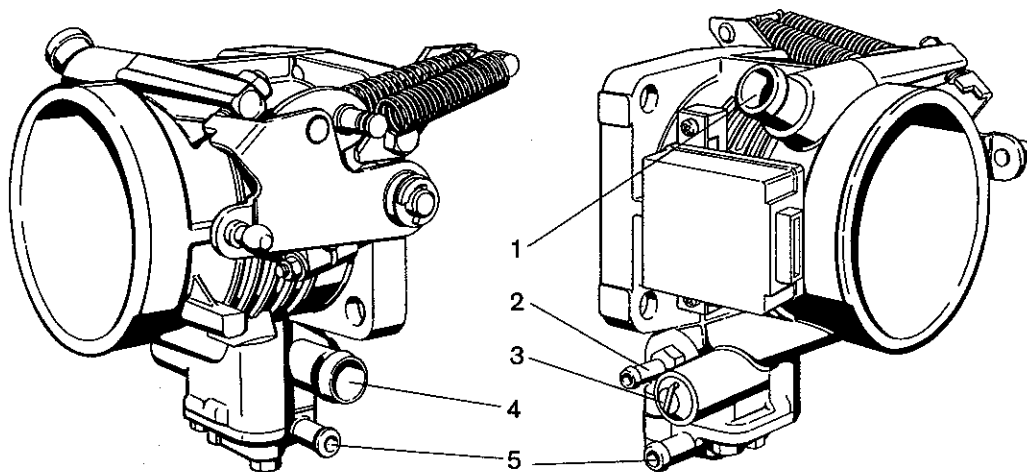

Bild 6
B.9 DROSSELKLAPPENTEIL (Bild 6)